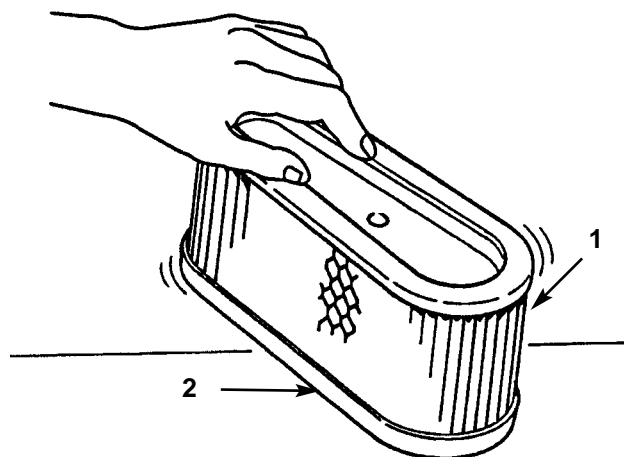

Fig. 31
- A. Picchiettate leggermente il filtro su una superficie piana per rimuovere polvere e sporco (Fig. 31).